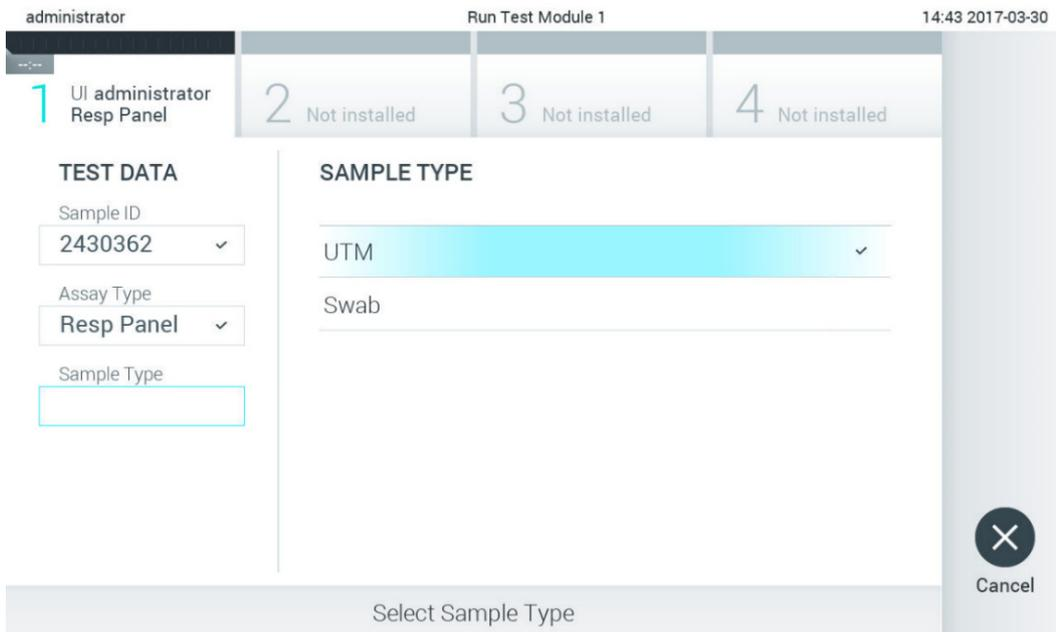

Abbildung 25. Auswahl des Probenotyps.
4. Wählen Sie gegebenenfalls den entsprechenden Probenotyp aus der Liste aus (Abbildung 25).